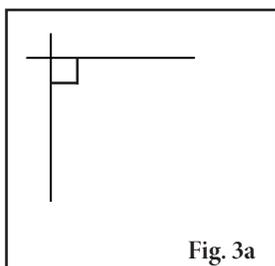
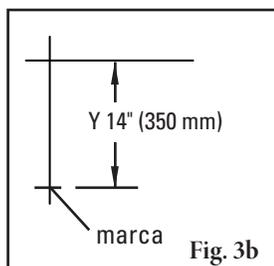
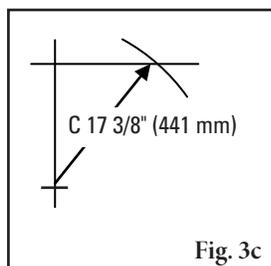
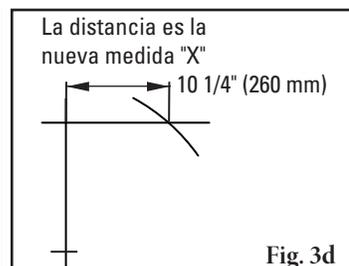

Fig. 3a
Fig. 3b
Fig. 3c
Fig. 3d
3. **Determine la medida final.** En una superficie vertical plana, con un nivel, trace una línea horizontal y una vertical creando un triángulo rectángulo (Fig 3a). Mida desde la intersección en la medida "Y" establecida y marque (Fig 3b). Con la cinta mida comenzando en la marca "Y" modificada, mueva la cinta a lo largo de la línea de "X" y marque la medida "C" donde cruza la línea "X" (Fig 3c). Mida desde la intersección hacia la intersección "C" y esta será su nueva medida "X" (Fig 3d).